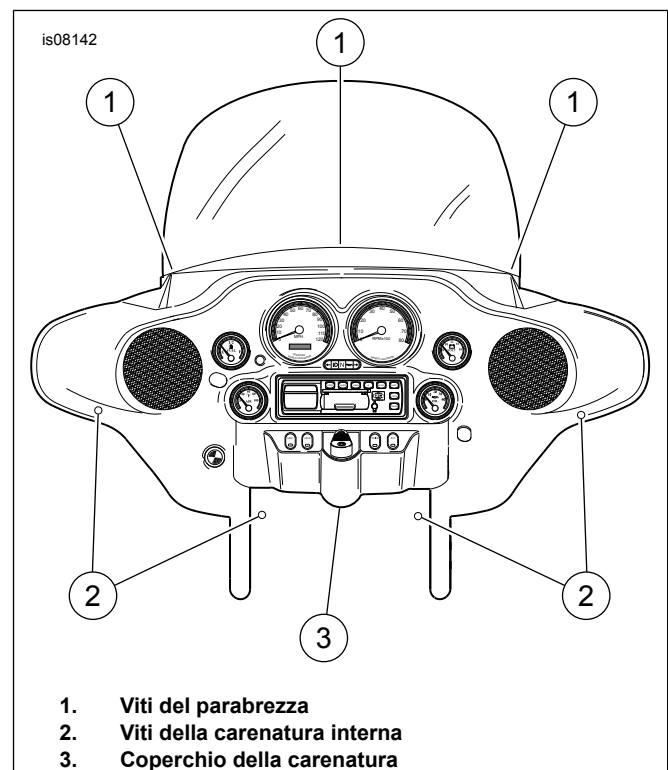

Figura 1. Bulloneria parabrezza e carenatura
2. Vedere Figura 1. Stando davanti al veicolo, rimuovere le tre viti Torx T-27 (1) con le rondelle che fissano il parabrezza lungo la parte anteriore della carenatura.
4. Vedere Figura 1. Le sei fascette (tre per ciascun lato, vicino al fondo) rimarranno imprigionate tra la carenatura interna e quella esterna. Rimuovere le quattro viti (2) dalla carenatura interna. NOTA: le due viti inferiori si trovano sotto il pannello interruttori della carenatura. Conservare le viti per l'installazione. Separare la carenatura interna da quella esterna appena a sufficienza da permettere l'installazione delle fascette nella carenatura. Regolare le fascette, quindi installare le viti e serrare fermamente.